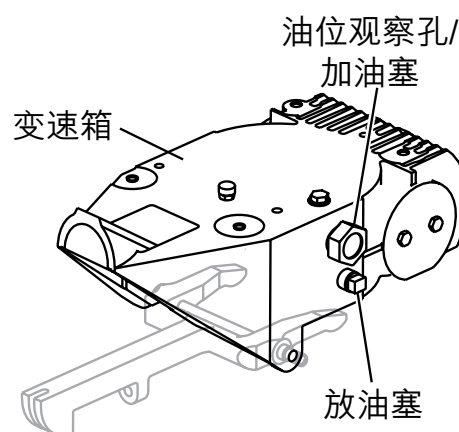

图16. 变速箱
1. 取下位于变速箱侧面的油塞，检查变速箱油位是否偏低。（图16）该油塞标有“检查”贴标。合理的润滑油位应该加至加油塞底部。